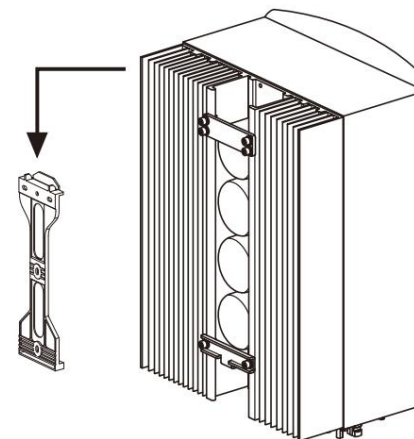

Figura 4.5 Soporte de montaje en pared
2. Levante el inversor (tenga cuidado de no forzar el cuerpo) y alinee el soporte posterior del inversor con la sección convexa del soporte de montaje. Cuelgue el inversor en el soporte de montaje y asegúrese de que esté seguro (consulte la Figura 4.5)